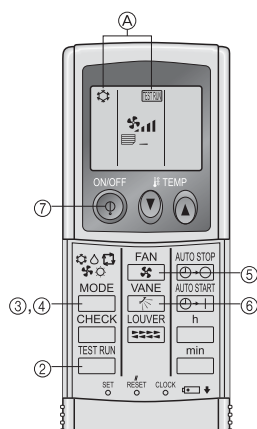

Fig. 7-7
7.2.2. De draadloze afstandsbediening gebruiken (Fig. 7-7)
- ① Schakel minstens 12 uur voor het proefdraaien de netspanning op het apparaat.
- ② Druk twee keer achter elkaar op de toets .